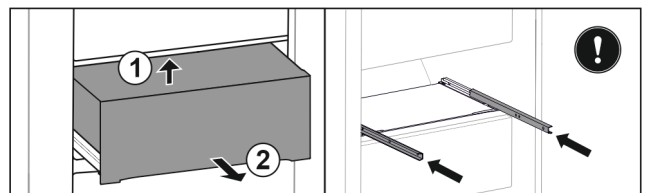

Fig. 99
- ▶ Soulever le tiroir à l'arrière par le bas. Fig. 99 (1)
- ▶ Retirer le tiroir par l'avant. Fig. 99 (2)